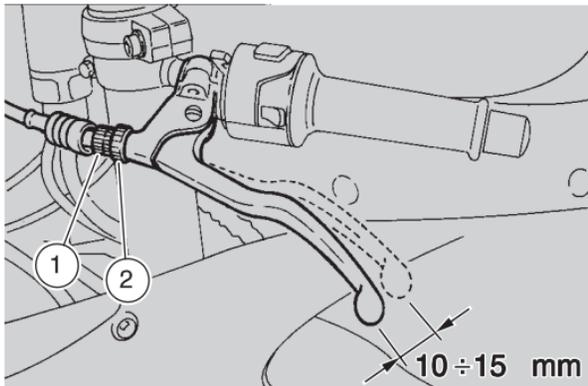

Fig. 18
Le regolazioni di entità minore si possono effettuare tramite il registro (1-Fig. 18):
- allentare il controdado (2-Fig. 18);
- girare il registro (1-Fig. 18), sino a che la corsa a vuoto all' estremità della leva frizione sia di circa **10 ÷ 15 mm** (vedi Fig. 18). Serrare il controdado (2-Fig. 18) e controllare la regolazione.